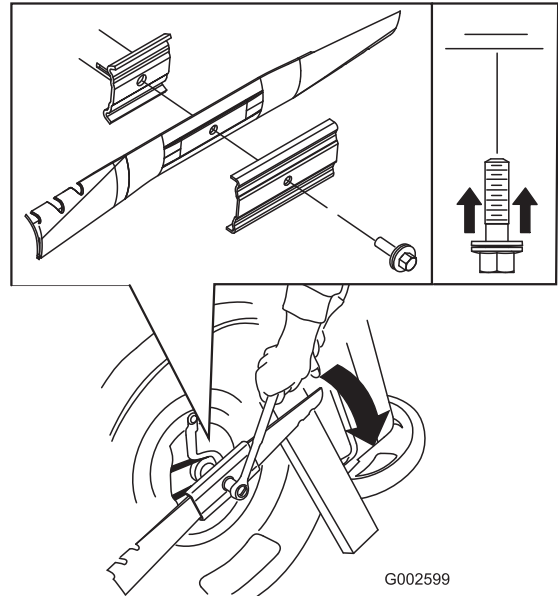

Figure 28
- Montez une lame neuve (tournez le boulon de la lame dans le sens horaire) et toutes les fixations (Figure 28).